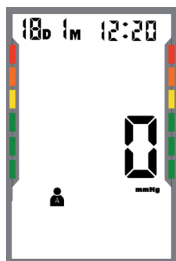

Abb. 7b
- Danach startet das Gerät und fängt an, die Manschette aufzupumpen. (s. Abb. 7b)